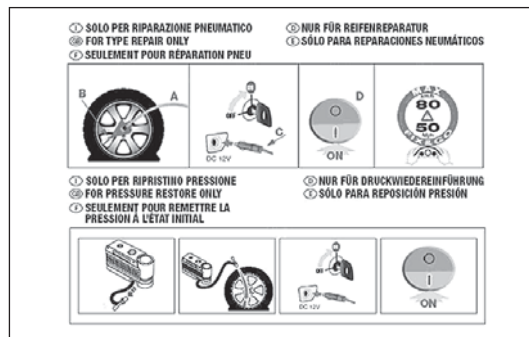

рис. 151
- информационной брошюрой (см. рис. 151), необходимой для правильного использования комплекта срочного ремонта и передачи персоналу, который будет заниматься дальнейшим ремонтом шины;